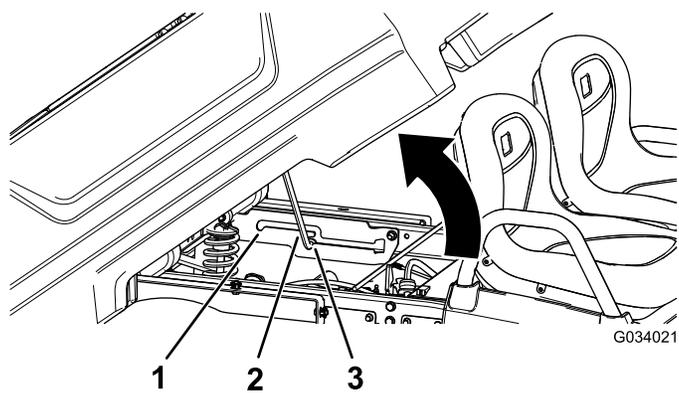

図 22
2. 支え棒をダンプ位置の固定スロットにはめ込んで荷台を固定する **図 22**。
2. 支え棒を整備位置の固定スロットにはめ込んで荷台を固定する 図 22。
2. 荷台の底部のスロットにはめ込んであった支え棒を外す 図 22。